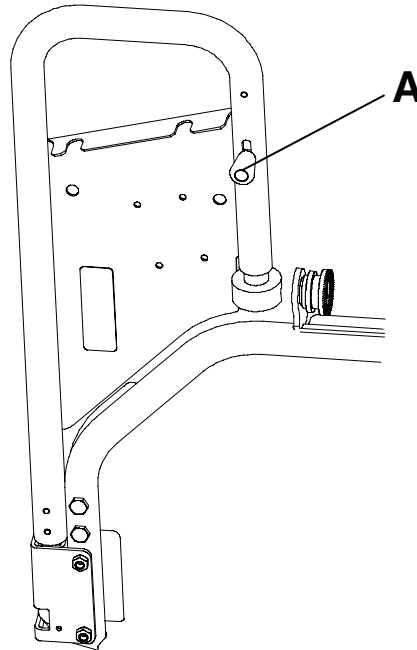

Figura 7 – Localização do botão vermelho
2. Para remover a extensão da estrutura da cama, puxe o botão vermelho (A) sob a extensão na sua direção (Figura 7). Rode a extensão para baixo e empurre-a a direito para fora do encaixe.